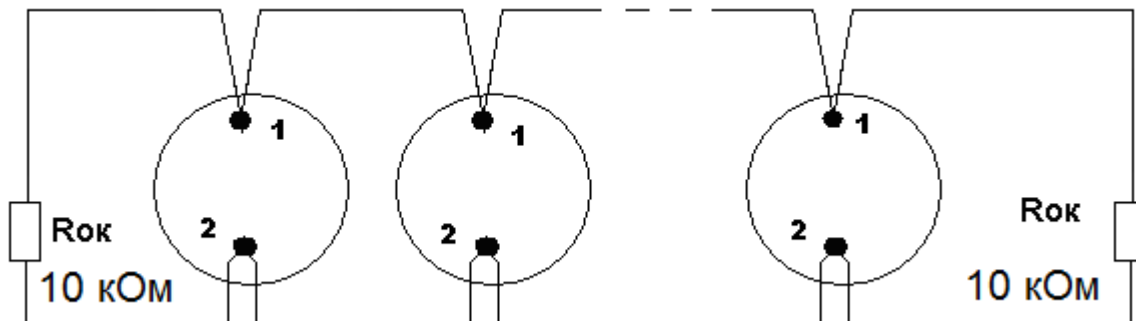

Рис. 3
6.10 При объединении сигнализаторов в локальную сеть необходимо при помощи двухпроводного шлейфа соединить одноименные контакты баз между собой, введя провода шлейфа через два отверстия $\varnothing 8$ мм в базах, а в начале и в конце шлейфа сигнализации установить резисторы Рок. Проверить работу группы сигнализаторов, вызвав срабатывание любого из них согласно п. 6.8. На сработавшем сигнализаторе включится прерывистый звуковой сигнал и будут наблюдаться частые вспышки красного оптического индикатора. Все остальные сигнализаторы должны выдать только прерывистые звуковые сигналы. Схема подключения сигнализаторов в автономную систему сигнализации приведена на рис. 3.